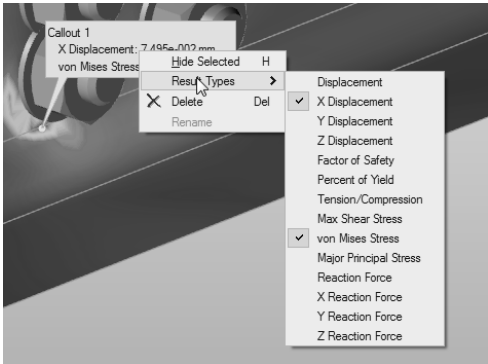

图 16-13
- 6) 用鼠标右键单击数据明细，在弹出的快捷菜单中选择 **Result Types**→**X Displacement**，还可以选择其他结果类型和衍生结果，如要在数据明细位置上显示的反作用力，如图 16-13 所示。